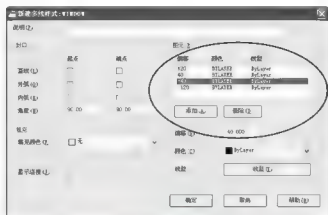

图 2.67 修改多线元素
(2) 在【偏移】文本框内输入“120”后单击【添加】按钮。然后用相同方法依次设定 40、-40、-120。如果有 0.5、0、-0.5 值,选中后单击【删除】按钮将其删除,结果如图 2.67 所示。